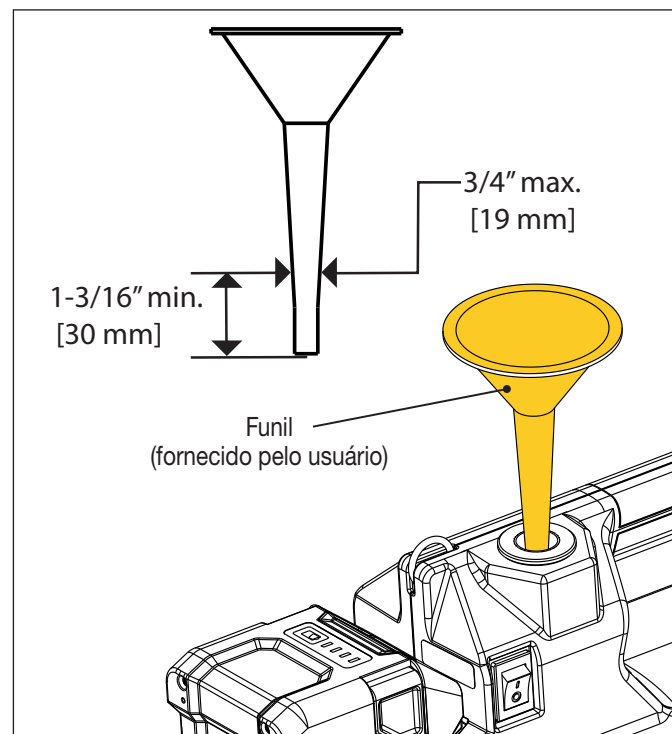

Figura 14: Adição de Óleo Usando Funil
6. Coloque um funil (máximo de 19 mm [3/4"] de diâmetro externo da haste e pelo menos 30 mm [1-3/16"] de comprimento) através da abertura de abastecimento e no tubo de abastecimento de óleo. Veja Figura 14.